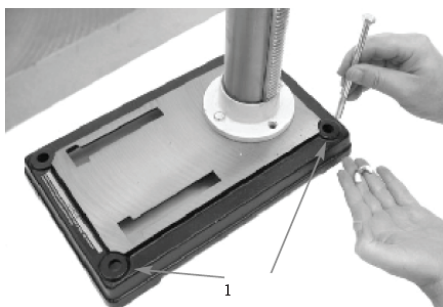

Рис. 11. Закрепление сверлильного станка на столе или подставке
Внимание! Во избежание опрокидывания и, как следствие, травмирования персонала сверлильный станок должен быть надежно установлен на подставке, столе или полу. Монтажная поверхность должна быть плоской и ровной. При необходимости следует использовать подкладки или опоры. Во избежание опрокидывания и для снижения вибрации необходимо прикрутить станок к полу или столу болтами в предусмотренных для этого монтажных отверстиях (1) (рис. 11). Затянуть все гайки и болты, которые могли ослабнуть во время транспортировки.